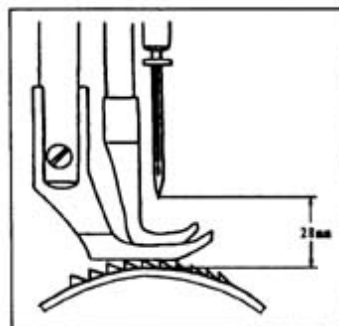

图 10
- (1) 将针距调至最小；
- (2) 转动主动轮使送料牙升至最高点；
- (3) 拧开梭窗盖，松送料牙螺钉，调整送料牙高度，到适当的高度后，再旋紧送料牙螺钉。
14、调整针杆的高度：（图 10）